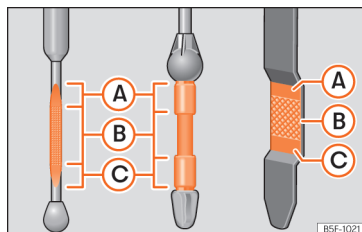

Рис. 187 Масляний щуп.
Пояснення >>> **рис. 187:**
- Вдруге витягніть щуп і перевірте рівень моторної оливи >>> **рис. 187**. За необхідності долейте моторну оливу.
- Коли рівень моторної оливи досягне щонайменше зони **»» рис. 187 (B)**, старанно закрийте кришку горловини **»» ①.**